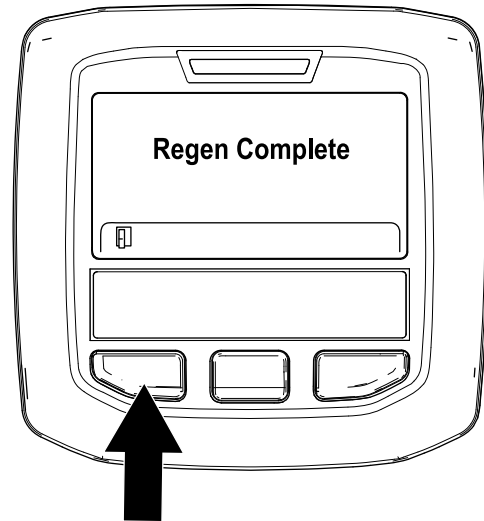

Figure 41
- La régénération stationnaire est terminée lorsque le message "Regen Complete" (Régénération terminée) s'affiche sur l'InfoCenter. Appuyez sur le bouton gauche pour revenir à l'écran d'accueil (Figure 41).